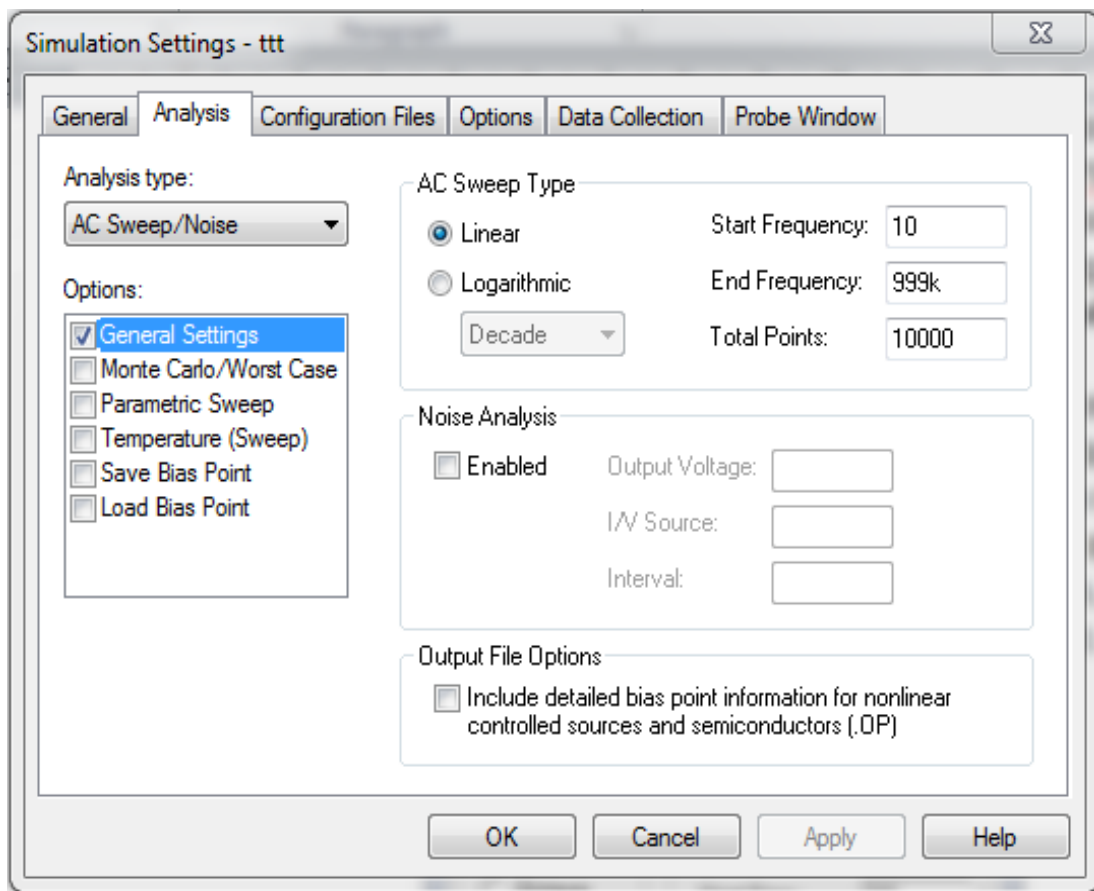

Рисунок 5.11 – Вікно *AC Sweep and Noise Analysis* з налаштуваннями для рівномірного (лінійного) розподілу точок в частотному діапазоні від 10 (Гц) до 999 (кГц)
26. Відкрийте ще раз вікно *AC Sweep and Noise Analysis* у *OrCAD Capture* (рис. 5.11). У розділі *AC Sweep Type* (Тип *AC Sweep*) вибрана опція